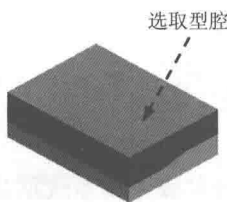

图 1.17 选取移动对象
(1) 创建爆炸图。选择下拉菜单“装配(A)” → “爆炸图(X)” → “新建爆炸图(N)...”命令, 系统弹出“新建爆炸图”对话框, 采用系统默认的名称, 单击“确定”按钮。
(2) 编辑爆炸图。选择下拉菜单“装配(A)” → “爆炸图(X)” → “编辑爆炸图(E)...”命令, 系统弹出“编辑爆炸图”对话框; 选取如图 1.17 所示的型腔为移动对象; 选中“移动对象”单选